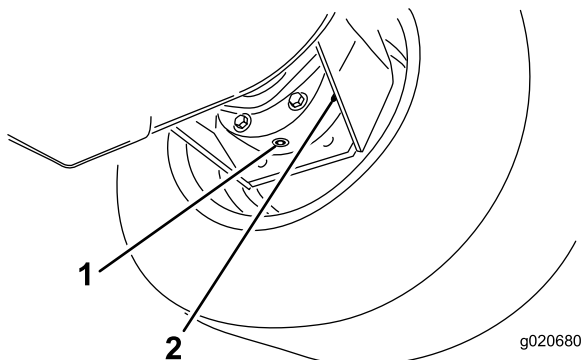

Bild 68
3. Stellen Sie eine Auffangwanne unter das Bremsgehäuse, entfernen Sie die Ablassschraube und lassen das Öl ablaufen (**Bild 68**).